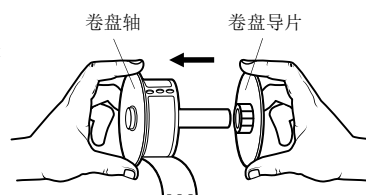

图 1
- 4 用左手握住卷盘轴，再将标签卷放在轴上，使标签从下方输送，并使标签卷左端紧靠在卷盘的侧面。请参阅 图 1。